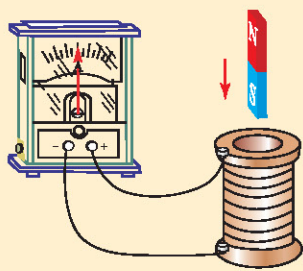

图 1-4-10
2. 如图1-4-10所示,将条形磁铁插入螺线管中,回路中产生了感应电流,使电流表指针偏转.这时螺线管中的电流产生磁场,试判断电流表指针的偏转方向.